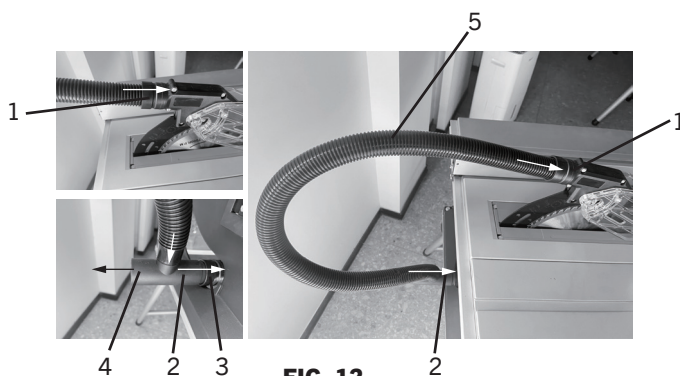

FIG. 12
Raccordez une extrémité du tuyau d'aspiration (5) à la sortie de poussière (1) du protège-lame, tournez et poussez le connecteur pour le verrouiller en place, puis raccordez l'autre extrémité du tuyau à l'adaptateur en T (2). Connectez une extrémité de l'adaptateur à la sortie de poussière du protège fixe (3), et l'autre extrémité (4) à l'aspirateur (voir Fig. 12).